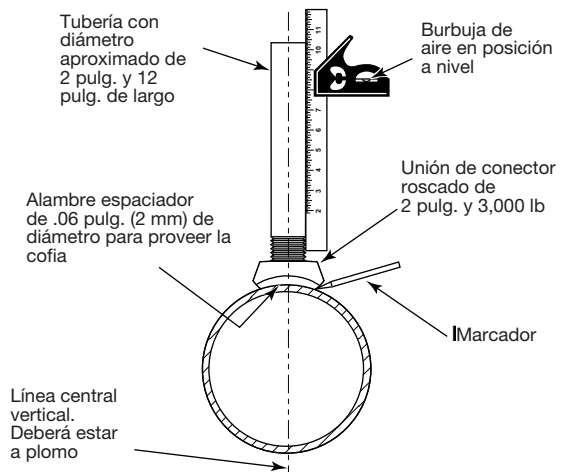
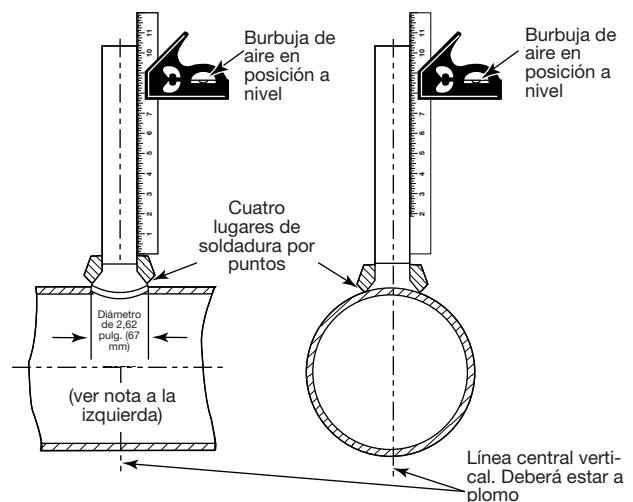

Figura 3
Figura 4
2. Aplome la línea central vertical de la unión y marque alrededor de la unión para ubicar la línea central del orificio con el diámetro de 2,62 pulg. (67 mm) requerido. Refiérase a la figura 3.
4. Con la unión colocada concéntricamente sobre el orificio con diámetro de 2,62 pulg. (67 mm), y la línea central vertical a plomo (refiérase a la figura 4), sulde dicha unión en cuatro puntos separados a la misma distancia. Después de la soldadura por puntos, retire el alambre espaciador de 0,06 pulg. (2 mm) de diámetro. Refiérase a la figura 3.